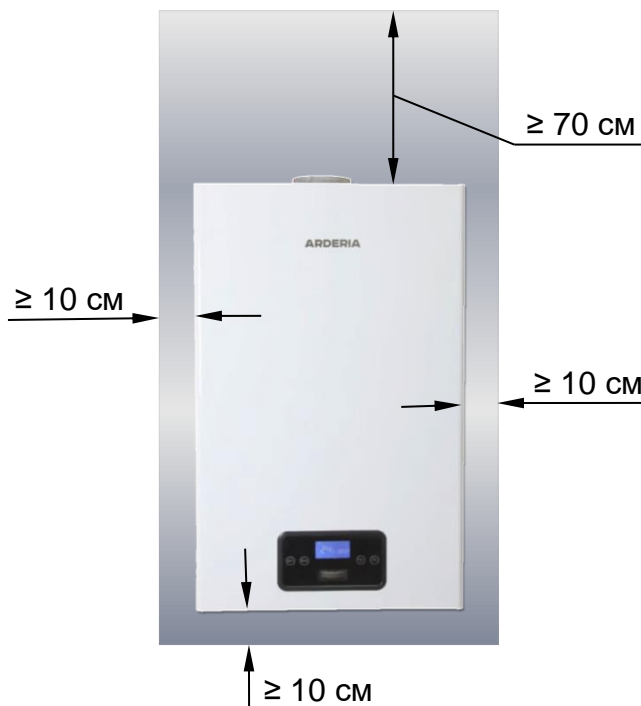

Рис. 7
- При монтаже котла на стену из трудносгораемых и сгораемых (слабогорючих и горючих) материалов, стена **должна быть** изолирована негорючими материалами (например: кровельной сталью по листу асбеста толщиной не менее 3 мм или известковой штукатуркой толщиной не менее 10 мм) или экранами заводского изготовления. Указанное покрытие **должно выступать** за габариты корпуса котла не менее, чем на 10 см. и на 70 см. сверху (См. Рис. 7). При невозможности выдержать расстояние в 70 см. сверху, а так же при монтаже горизонтальной системы дымоудаления, **допускается** уменьшить его в многоквартирных жилых домах до 50 см., в квартирах многоквартирных домов до 10 см.